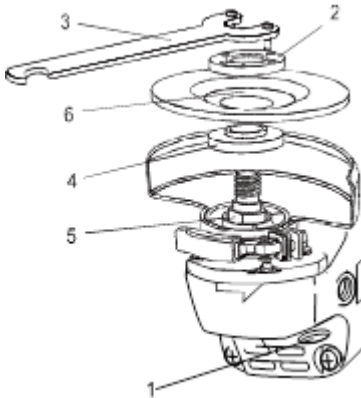

Рис. 4. Установка диска
1. Нажмите на кнопку блокировки шпинделя (1, рис. 4), удерживайте ее и поворачивайте шпиндель рукой до фиксации.
2. При помощи ключа (3, рис. 4) снимите внешний фланец (2, рис. 4) со шпинделя (5, рис. 4).
3. Установите шлифовальный или отрезной диск (6, рис. 4) на внутренний фланец (4, рис. 4).
4. Установите внешний фланец (2, рис. 4) на шлифовальный или отрезной диск (6, рис. 4)
5. Затяните внешний фланец (2, рис. 4) при помощи ключа (3, рис. 4)
6. Отпустите кнопку блокировки шпинделя (1, рис. 4).